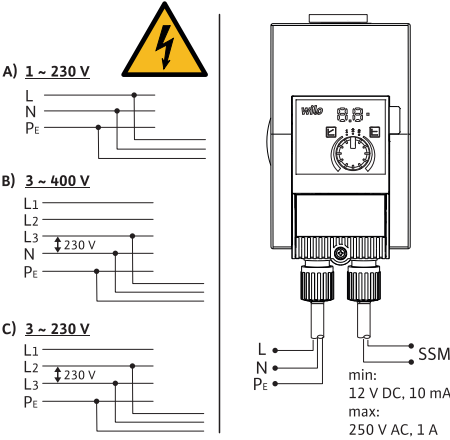

Fig. 3: Bağlantı seçenekleri
- 230 V düşük gerilim şebekelerine bağlayın. IT şebekelerine bağladığımızda (İsolé Terre şebeke türü) dış iletkenler arasındaki (L1–L2, L2–L3, L3–L1 → Fig. 3) gerilimin 230 V'yi aşmamasına mutlaka dikkat edin. Hata durumunda (toprak kaçacağı) faz ve PE arasındaki gerilim, 230 V'yi aşmamalıdır.